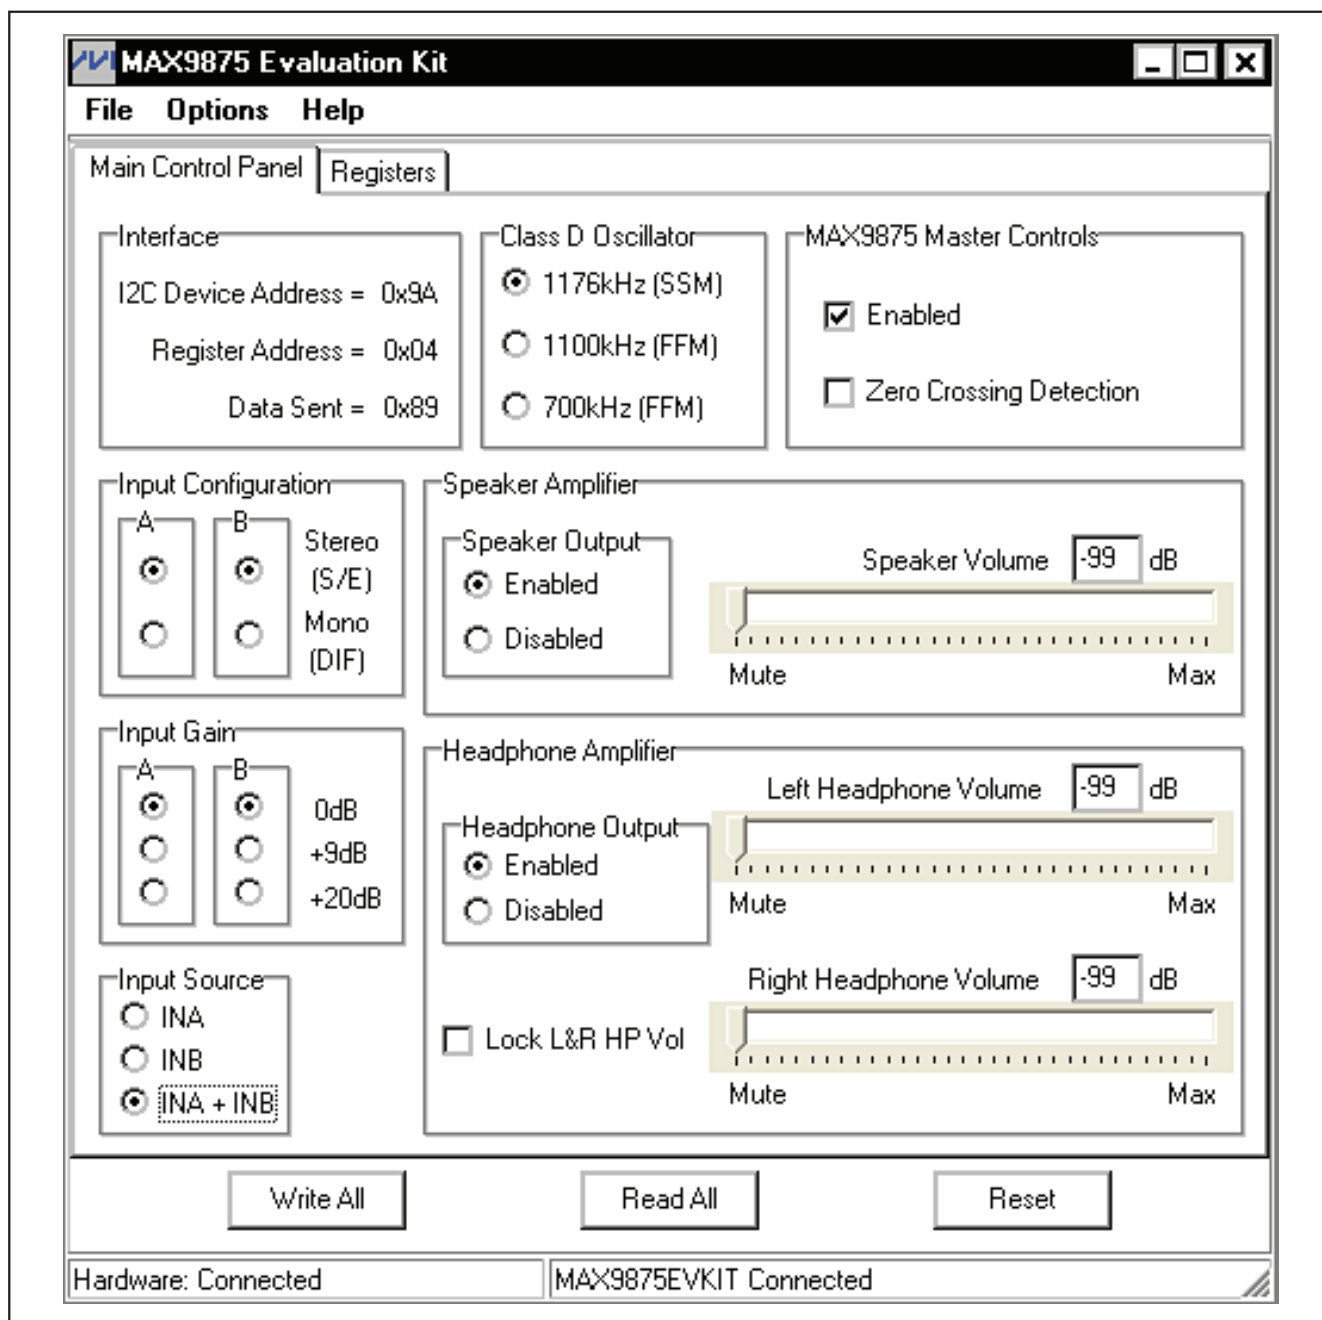
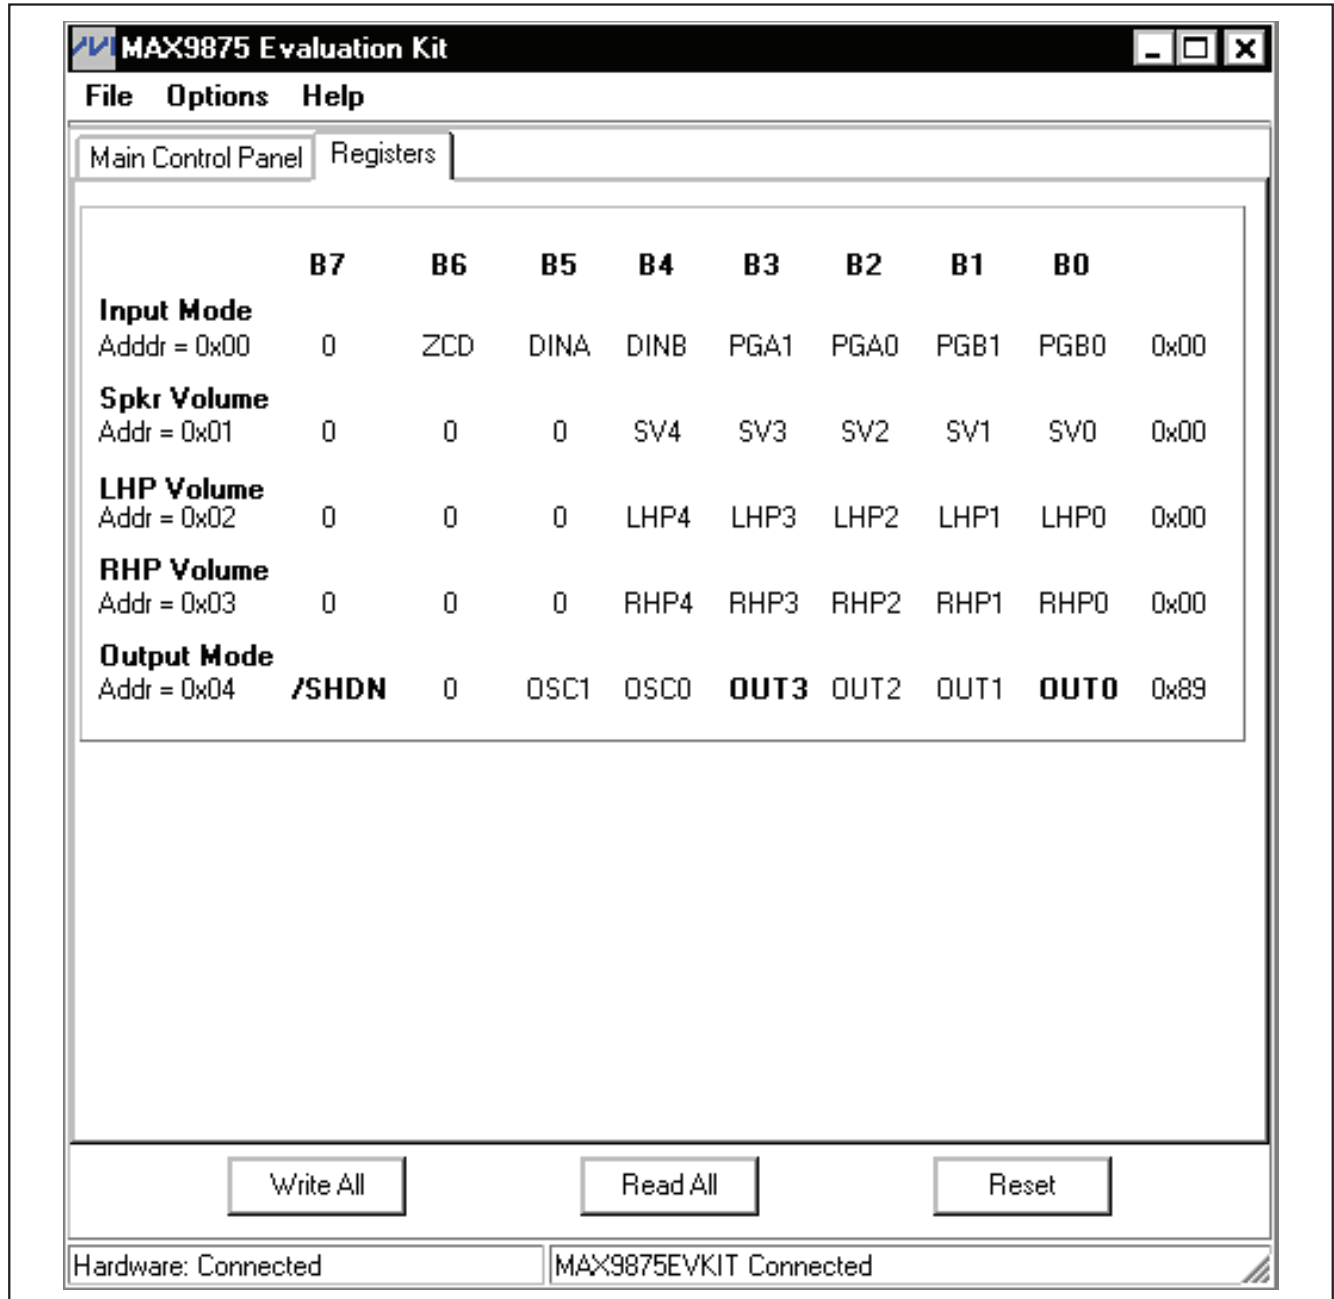
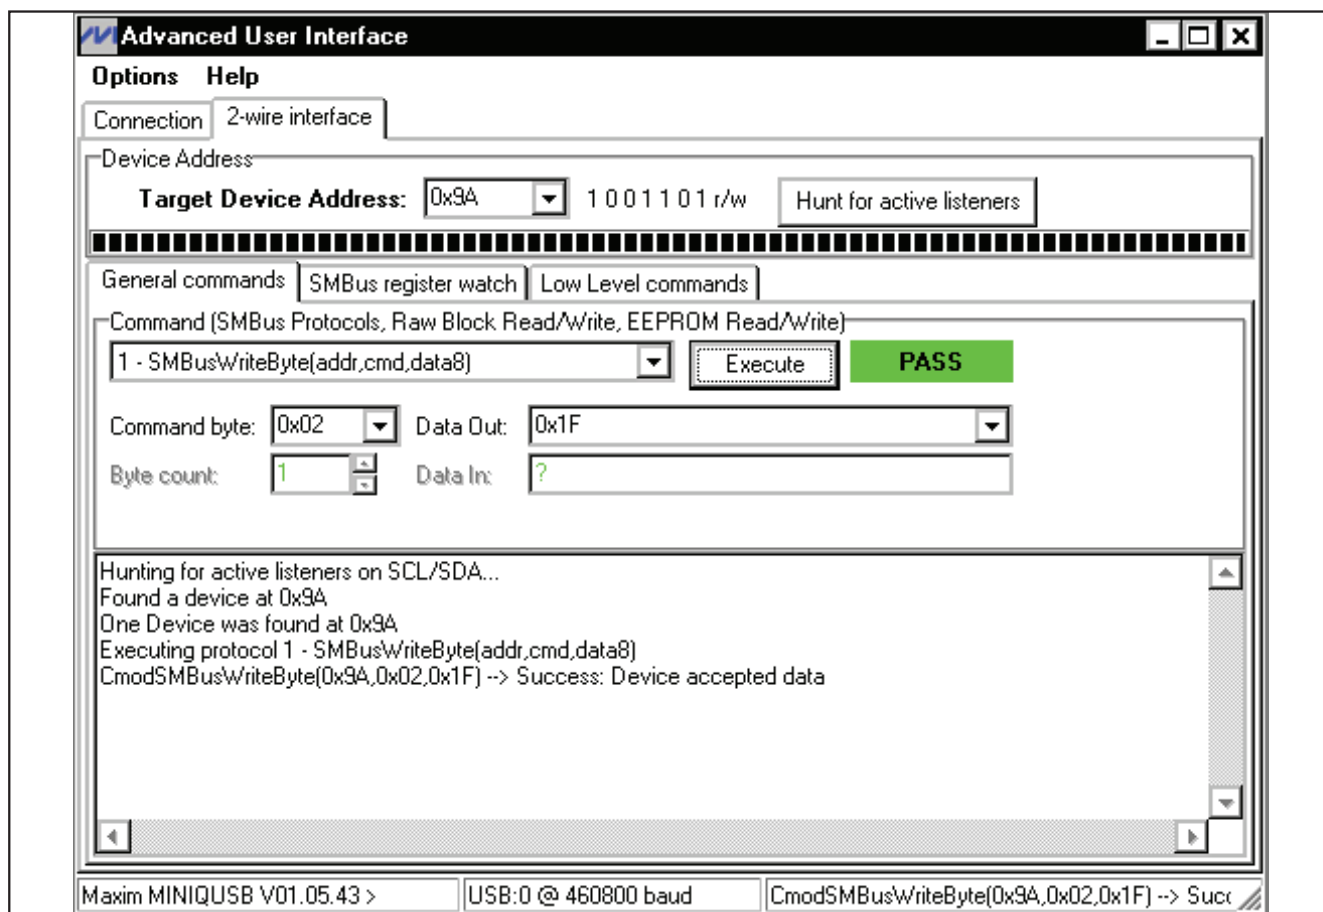

图1. MAX9875评估软件主控界面
图2. MAX9875评估软件只读寄存器
图3. 简单的2线接口
- 16) 观察程序自动检测MAX9875地址并运行主程序。成功连接后，在窗口的左上角出现评估软件主窗口，如图1所示。
MAX9875评估软件GUI界面窗口(图1和图2)为控制MAX9875
提供简便的方法。图1为MAX9875评估软件主控界面，图2为只读寄存器界面。使用鼠标或点击Tab键选择GUI界面的控件。执行其中任何一个控制时，产生正确的I²C写操作，以更新MAX9875内部存储寄存器。
MAX9875评估软件的Main Control Panel标签(图1)将评估板功能分为逻辑块。Interface控件组显示U1 I2C Device Address、Register Address以及Data Sent指示。这些数据用于确认器件工作正常。Class D Oscillator控件组控制并显示振荡器的频率。MAX9875 Master Controls控件组提供MAX9875 IC的主要控制。Input Configuration、Input Gain以及Input Source控件组对MAX9875评估板进行输入配置。Speaker Amplifier和Headphone Amplifier控件组对连接到MAX9875评估板的扬声器和耳机进行输出配置和音量控制。状态条上方的空白处显示故障信息、报警和/或对正确操作的建议。主窗口左下方的状态条提供USB接口电路的连接状态。右下方状态条指示MAX9875器件的连接和断开。
MAX9875评估软件的Registers标签(图2)显示每个独立寄存器的数据位逻辑电平。以**粗体**字显示的数据位表示逻辑高电平，非**粗体**字显示的数据位代表逻辑低电平，关于寄存器和数据位的详细信息参考MAX9875 IC数据资料。
软件Class D Oscillator控件框(图1)为MAX9875评估板选择频率调制方案。MAX9875 D类振荡器可以工作在以下三个频率调制模式之一，1176kHz (SSM)扩谱调制、1100kHz (FFM)固定频率调制或700kHz (FFM)。
通过两种方式与MAX9875评估板通信，通过Main Control Panel (图1)或在主程序的Options | Interface (Advanced Users)主菜单中通过2-wire interface (图3)提供的SMBus™命令。窗口列出了所允许的I²C操作，例如SMBusReadByte和SMBusWriteByte。由于MAX9875不能向主机发送数据，因此不要使用SMBusReadByte操作。
注：I²C对话框可接受二进制、十进制或十六进制数据。十六进制数据必须以0x为前缀，二进制数据必须为真正的八位二进制数字。图3给出了这一工具的一个示例，图3列出了包括2-wire interface诊断工具的简单SMBus写字